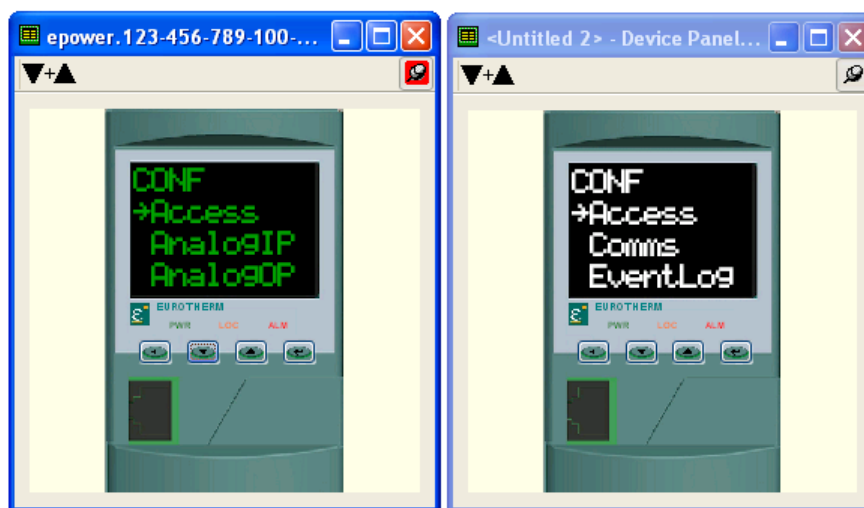

Figure 7.6 Représentation de l'affichage de la face avant en ligne (à gauche) et clone (à droite).
2. Les instruments réels sont reconnaissables par le fait que la représentation de l'affichage est en gris, alors que dans le cas des instruments clonés, l'affichage est indiqué en blanc (voir la Figure 7.6 ci-dessous).